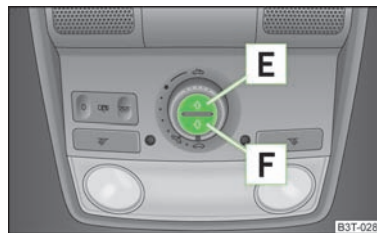

Fig. 30
Ruloul parasolar poate fi închis respectiv deschis separat, prin intermediul tastelor » fig. 30.
- » Pentru deschidere completă apăsați scurt tasta [E] » fig. 30.
- Pentru închidere completă apăsați scurt tasta **F** » fig. 30.
Pentru inițializarea ruloului parasolar, apăsați tasta **F** » fig. 30 pentru circa 10 secunde.